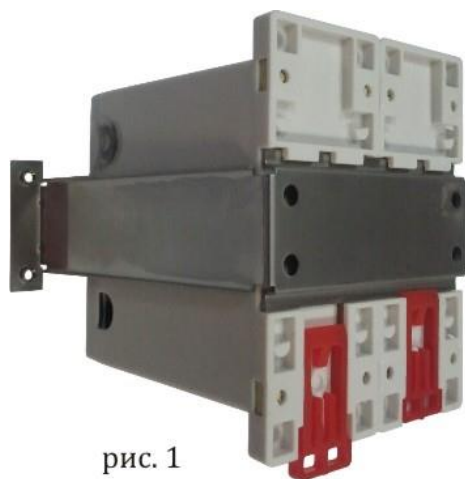

рис. 1
6. Соедините монтажную рейку с блоками питания и клапана. Зафиксируйте защелками (рис.1).